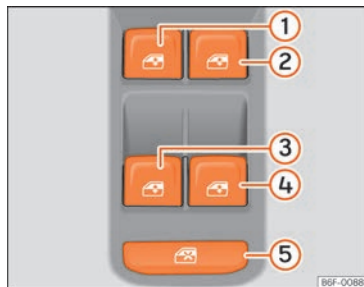

Abb. 127 Ausschnitt der Fahrertür: Tasten zum Bedienen der elektrischen Fensterheber
Mit dem Sicherheitschalter »» **Abb. 127** in der Fahrertür können die Fensterheber-Tasten in den hinteren Türen außer Funktion gesetzt werden.
Die Tasten »» **Abb. 127** ①, ②, ③ und ④ haben zwei Stufen zum Öffnen und zwei zum Schließen des Fensters. Dadurch ist es einfacher, die Öffnungs- und Schließvorgänge zu kontrollieren. »»